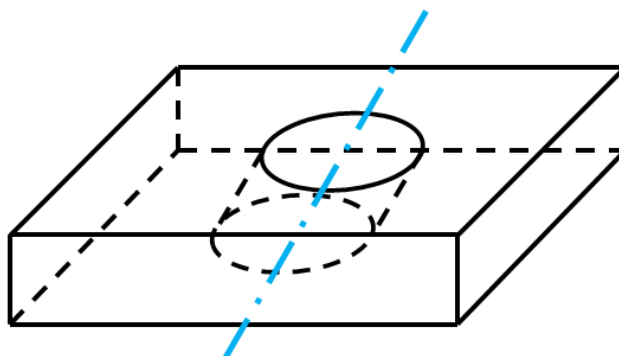

Рис. 14 Скошенное трехмерное отверстие
- Программа будет неправильно работать на болтах, установленных в скошенные трехмерные отверстия (когда отверстие «просверлено» не по нормали к детали, Рис. 14). Необходимо избегать такого крепежа.